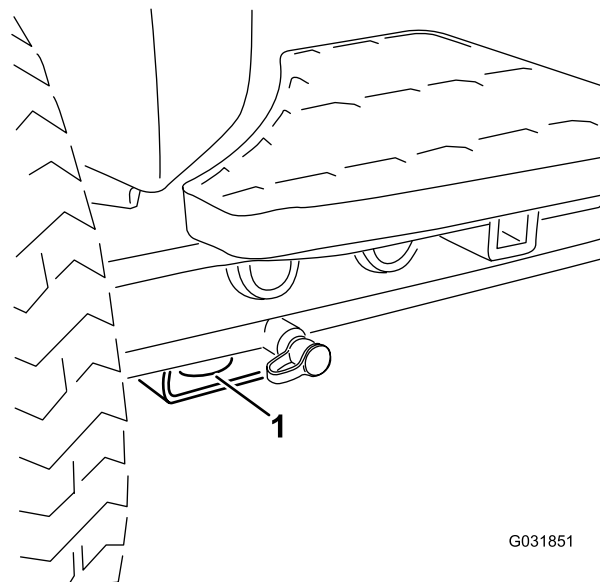

Bild 68
- Vorne: Loch im Rechteck unter dem Achsenrohr in jedem Vorderreifen (Bild 68)